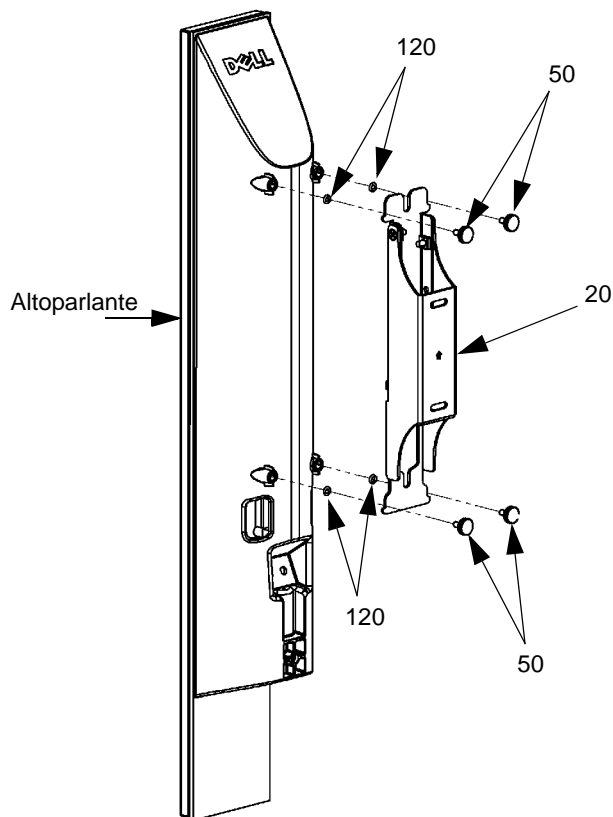

Figura 13. Installare l'altoparlante mediante le quattro viti ad alette
1. Installare quattro viti ad alette (60) nei fori filettati sull'altoparlante. Non serrare le viti ad alette a questo punto (figura 13).